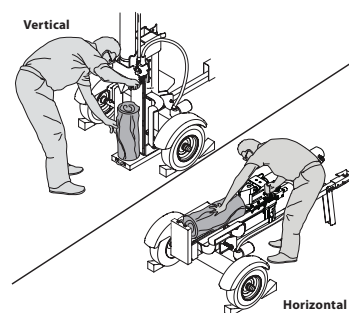

Figure 13
2. Immobilisez les roues en les calant à l'avant et à l'arrière. Voir Figure 13.
3. Pour stabiliser la bûche, placez votre main gauche sur la bûche du côté opposé de la poutre. Voir Figure 13.